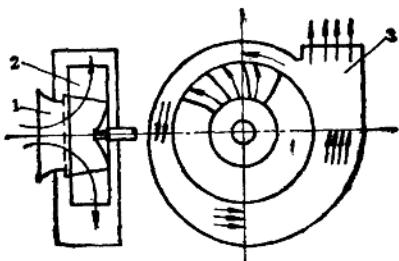

图 1-7 离心式通风机示意图
- 1) 离心式通风机：气流沿轴向进入，在叶轮内沿径向流动，如图1-7所示。